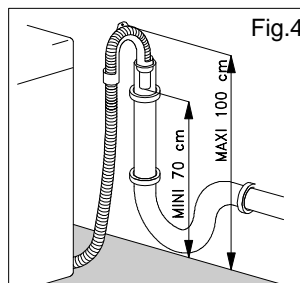

Fig.4
- **Dans un conduit de vidange (ou dans une dérivation de la vidange d'un lavabo)** dont la distance au sol doit être comprise entre 70 et 100 cm (fig.4). Il est indispensable de prévoir une entrée d'air à l'extrémité du tuyau de vidange, pour éviter tout siphonnage éventuel. En outre,